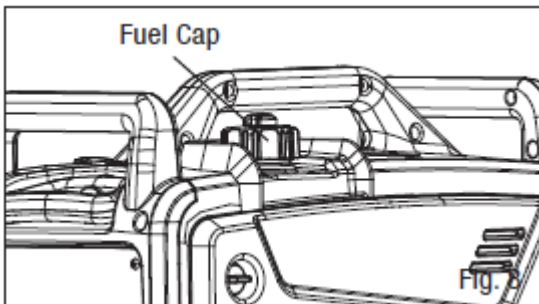

Рис. 8
1. Переконайтеся, що генератор вимкнено та знаходиться на рівній поверхні. Відкрутіть кришку паливного бака (рис. 8) та відкладіть її убік. Кришка паливного бака може бути тугою, і її важко відкрутити.